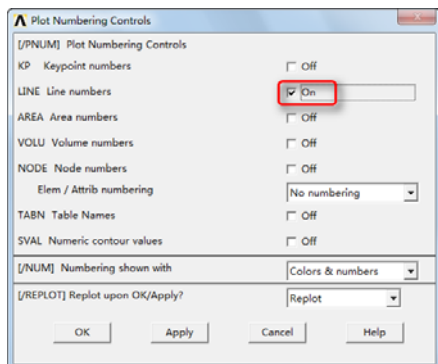

图 7-48 “Plot Numbering Controls”对话框
③ 依次选择 Utility Menu→PlotCtrls→Numbering, 会弹出“Plot Numbering Controls”对话框, 选择“Line Line numbers”, 使其状态从“Off”变为“On”, 其余选项采用默认设置, 如图 7-48 所示, 单击“OK”按钮关闭对话框。
④ 依次选择 Utility Menu→PlotCtrls→Style→Colors→Reverse Video, ANSYS 显示窗